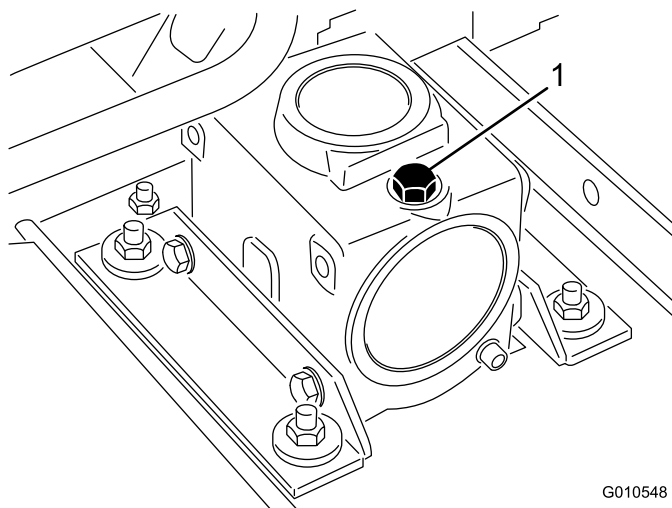

Figura 16
2. Coloque a máquina e a unidade de corte numa superfície plana e baixe a unidade de corte. Retire a vareta/tampão de enchimento da parte superior da caixa de velocidades (Figura 16) e verifique se há lubrificante entre as marcas da vareta. Se o nível de lubrificante estiver baixo, adicione lubrificante de engrenagens SAE 80-90 wt. até que o nível fique entre as marcas. Como alternativa, pode ser utilizado lubrificante sintético SAE 80-90 wt.